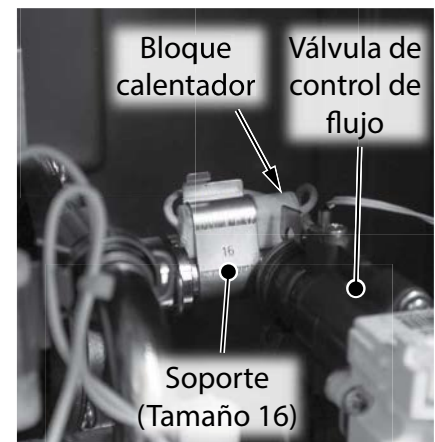

Figura 32 - Retire el bloque calentador.
- 8 Ubique el bloque calentador conectado al codo de entrada de la bomba detrás de la válvula de control de flujo, como se muestra en la Figura 32.